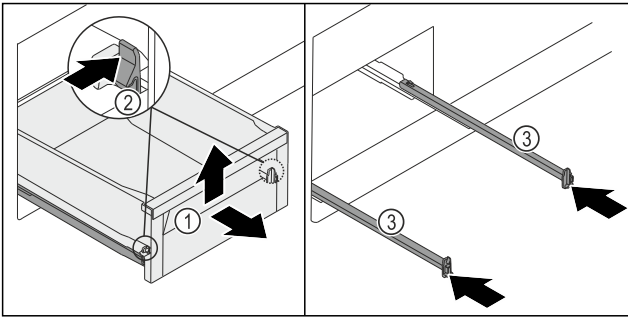

Fig. 118
- ▶ Вытяните выдвижной ящик Fig. 118 (1) до упора.
- ▶ Одновременно вдавите зажим Fig. 118 (2) слева и справа внутрь.
- ▶ Выдвижной ящик Fig. 118 (1) снимается с направляющих.
- ▶ Приподнимите выдвижной ящик Fig. 118 (1) спереди.
- ▶ Извлеките выдвижной ящик Fig. 118 (1) движением вперед.
- ▶ Задвиньте направляющие Fig. 118 (3).